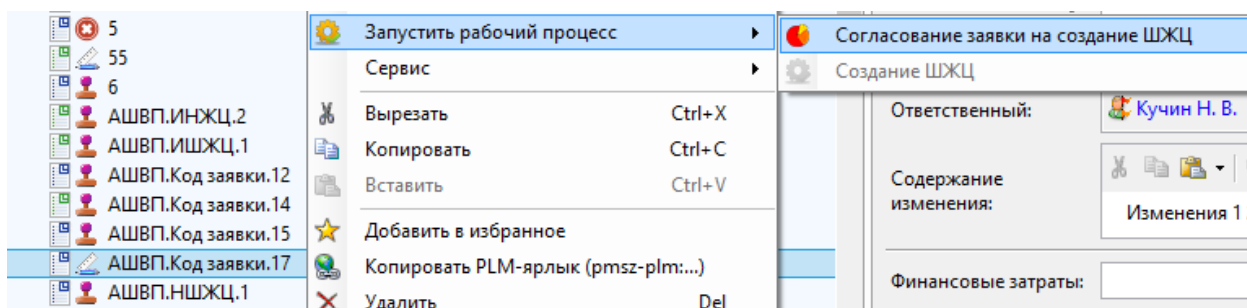

Рисунок 117 — Рабочий процесс «Согласование заявки на создание ШЖЦ»
- выбрав заявку, нажать правой кнопкой мыши, в левом столбце выпадающего меню выбрать «Запустить рабочий процесс», в правом выбрать «Согласование заявки на создание ШЖЦ» (Рисунок 117);